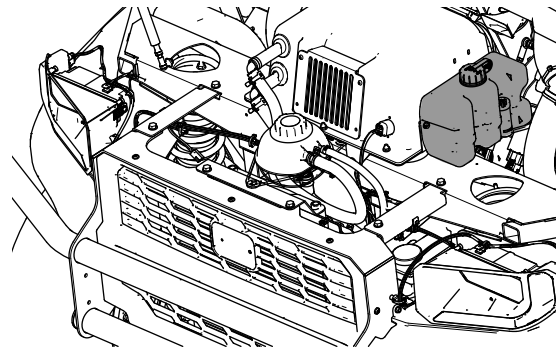

Bild 19
3. Wenn die Maschine mit einer Glaswindschutzscheibe und einem Scheibenwischerset ausgestattet ist, installieren Sie die Waschflasche an der Seite des Heizkastens, wie in Bild 19 gezeigt.